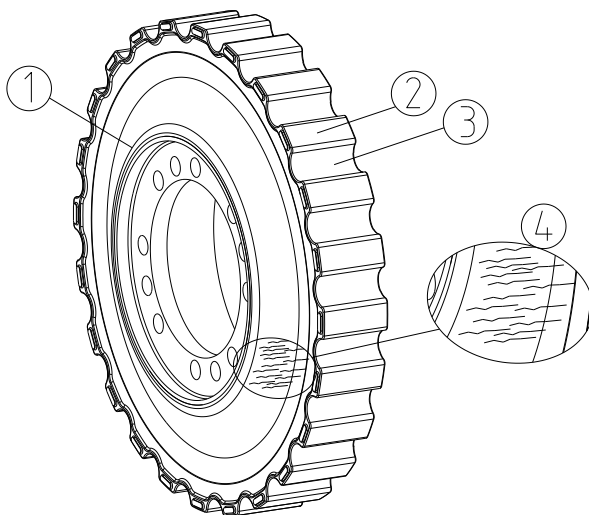

Bild 24: Sichtprüfung
- Die Haftung ① vom Elastomer zum Innenteil (Metall) überprüfen.
- Das Elastomerteil an den in Bild 24 mit ②, ③ und ④ gekennzeichneten Bereichen auf Risse prüfen. Sollte die Tiefe der Risse in dem mit ④ gekennzeichneten Bereich die Grenze von 3,0 mm und mehr erreichen, muss das Elastomerteil ausgetauscht werden.
- Ein Verschleiß der Verzahnung ist an der Lastseite des Elastomerteils mit 3,0 - 4,0 mm zulässig (siehe Bild 24 mit ③ gekennzeichnet).